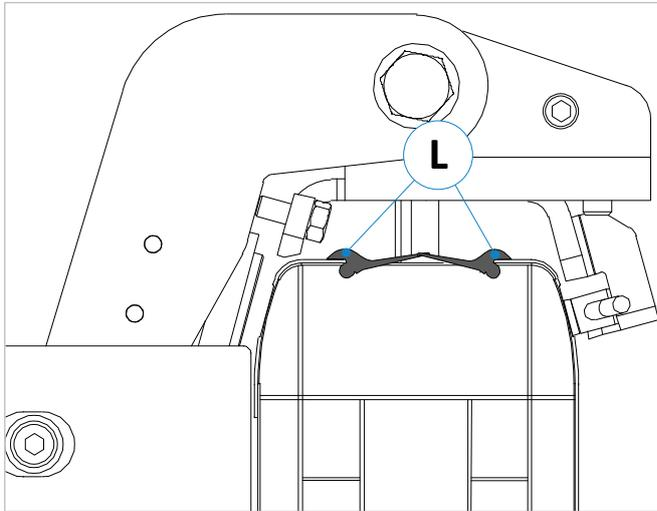

Figure 9 : installer des joints en caoutchouc
2. Ensuite, enfiler les deux lèvres d'étanchéité (L) en partant de la face frontale du profilé (voir ⇒ Figure 9). **Note** : En cas de difficultés de fonctionnement, humidifier les lèvres des joints avec un peu de spray au silicone ou de liquide vaisselle afin de les rendre un peu plus glissantes. **Note** : Ne jamais utiliser d'huile, de graisse ou de produits agressifs!